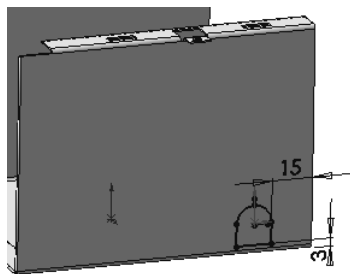

图 10-189 标注成型工具的位置尺寸
② 单击“草图”控制面板中的（智能尺寸）按钮，标注出成型工具在钣金件上的位置尺寸，如图 10-189 所示。最后单击“放置成型特征”对话框中的“完成”按钮，完成对成型工具的添加。